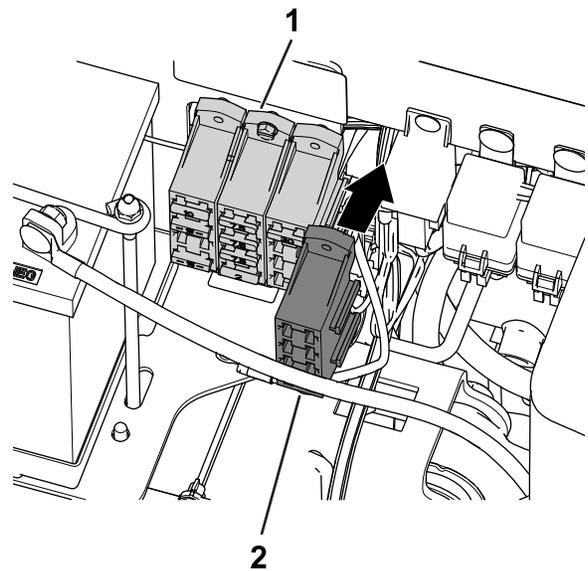

Figura 7
2. Montate il portafusibili del kit sul portafusibili della macchina (Figura 7).